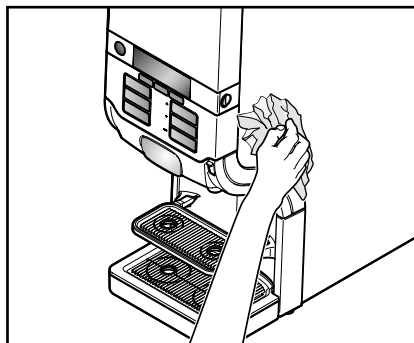

Bild 50
6. Torka av apparaten utvändigt med en ren och fuktig duk (bild 50).